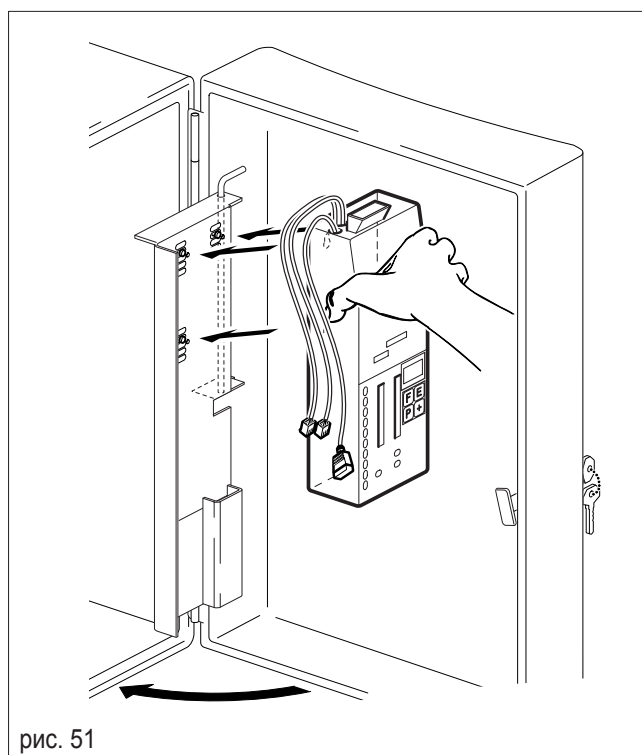

рис. 51
- Установите монетоприемник на три винта на дверце (рис. 51);